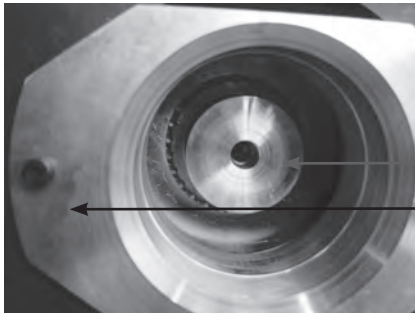

Abb. 9:
- Die mittig liegende Schraube (Pos. 3, Abb. 9) zur Befestigung des Gebers an der Motorwelle lösen (Schlüssel SW4).
- Die Unterlegscheibe der Trägerplatte des Gebers (Pos. 1, Abb. 9) auf das Wellenende des Motors schieben. Mit einem Treibwerkzeug und einem Hammer sicherstellen, dass die Unterlegscheibe korrekt positioniert ist.
- Den Geber in den Träger (Pos. 2, Abb. 9) schieben, der auf der Bremse befestigt ist, und dann die mittig liegende Schraube Chc M5 X 50 (Drehmomentschlüssel SW4) mit einem Anzugsmoment von 5 Nm 0/+0.5 Nm anziehen. Schraube mit Schraubensicherungsmittel maximal 3 mal verwenden.